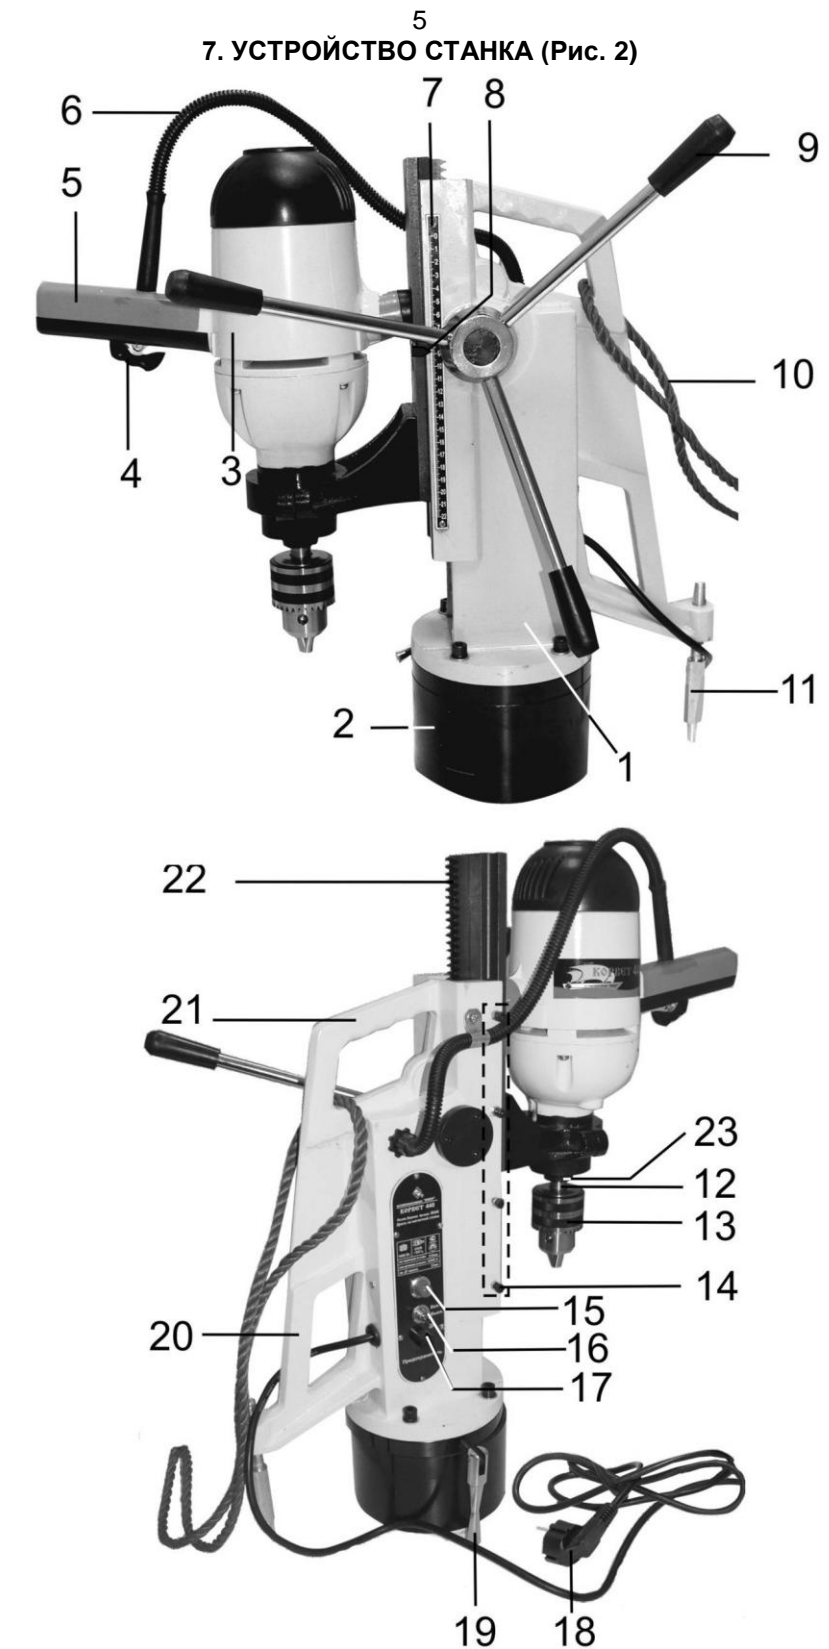
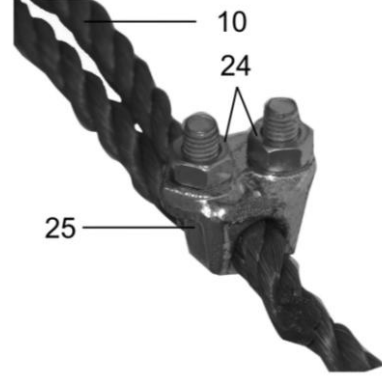
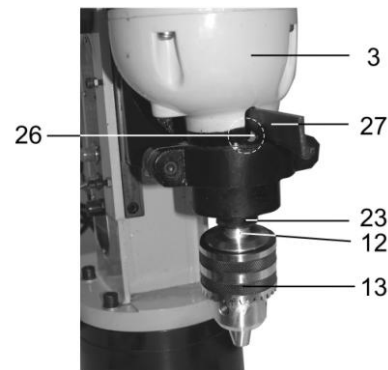

Рис. 2
Рис. 3
Рис. 4
8.1. Установите станок на ровную устойчивую горизонтальную поверхность. Переносите станок за ручку (21) или (20), Рис. 2. Обеспечьте устойчивое положение станка на горизонтальной поверхности вращением опоры (11), Рис. 2. Опора (11), Рис. 2, предотвращает опрокидывание станка «назад».
8.2. Вверните три ручки (9), как показано на Рис. 2.
Закрепите сверлильный патрон (13) в сборе с дорном (12) на шпинделе (23), Рис. 2 (или сверло с коническим хвостовиком) легким ударом через деревянный брусок. Кулачки сверлильного патрона (13), Рис. 2, при этом должны быть сведены. Протяните через ручку (21) или (20) страховочный трос (10), Рис. 2. Концы троса (10) фиксируются хомутом (25) с помощью гаек (24), Рис. 3. Длина выступающих концов троса (10), Рис. 3, должна быть не менее 10 диаметров троса.
## 9. ИНСТРУКЦИИ ПО ЭКСПЛУАТАЦИИ (Рис. 2)
**Перед тем, как включить шнур питания (18) станка в розетку, убедитесь, что выключатель (4) и тумблер (16) находятся в выключенном положении, как показано на Рис. 2.**
9.1.2. Перемещение сверлильной головки (3) по рейке (22) и осевое перемещение сверлильного патрона (13) с режущим инструментом задается вращением ручки (9), Рис. 2.
9.1.3. Контроль и регулировка глубины сверления «глухих» отверстий производится с помощью шкалы (7) и указателя (8), Рис. 2.
9.1.4. Плавность хода сверлильной головки (3) регулируется четырьмя винтами (14), Рис. 2.
Если движение затруднено, ослабьте каждый винт (14) на 1/4 оборота и закрепите новое положение контргайками винтов (14), Рис. 2.
9.1.5. Для установки угла поворота колонны (1) относительно магнитной подошвы (2) ослабьте рукоятку (19), Рис. 2. Затем за ручку (5) поворачивайте колонну (1), Рис. 2, до нужного положения. Закрепите новое положение колонны (1), затянув рукоятку (19), Рис. 2.
9.1.6. Для снятия сверлильного патрона (13) из шпинделя (23) используется клин (27), Рис. 4. Для этого, при извлеченном из розетки шнуре питания (18), Рис. 2, совместите вращением шпинделя (23), Рис. 4, паз в шпинделе с пазом (26), Рис. 4, на сверлильной головке (3).
Вставьте в этот паз (26) клин (27), как показано на Рис. 4, и легкими ударами по клину (27) выталкивайте дорн (12) вместе со сверлильным патроном (13) из шпинделя (23), Рис. 4.
### 9.2. Монтаж и работа (Рис. 2).